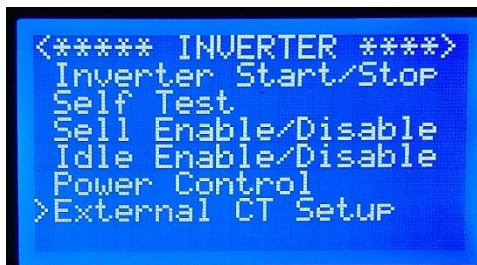

Figura 38 - Menù Inverter: External CT Setup
2. Con i tasti “freccia su” e “freccia giù” posizionare il cursore a fianco del menù “External CT Setup” e premere il tasto “Enter” (Figura 38).